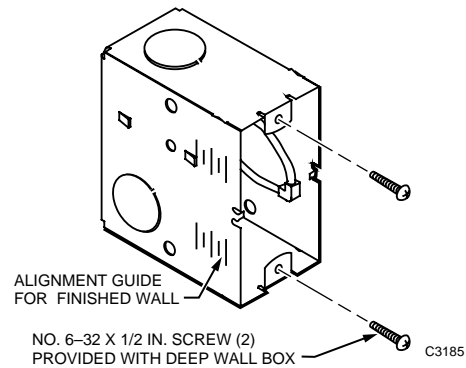

Fig. 35. Deep Wall Box.
- Deep Wall Box 14001355-001 (Fig. 35)